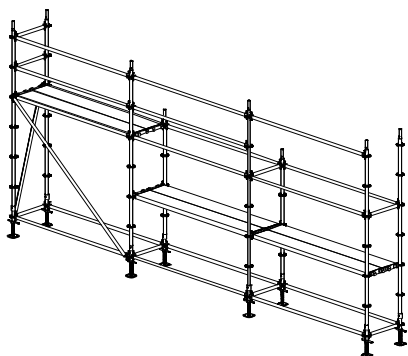

Figure 8.6A
- 8.2.8** Après avoir achevé le premier étage, l'édification des étages suivants peut commencer. Il est très important, durant l'édification des étages suivants, de travailler en toute sécurité. Cela signifie qu'il convient de mettre en place un système de protection latérale, tel que des garde-corps, avant que le personnel de montage ne passe à l'étage supérieur. Le système Ringscaff propose quelques solutions pour cette protection latérale durant l'édification, voir figures 8.6A, 8.6B et 8.6C. Les instructions de montage des étages supérieurs sont indiquées à la section 8.3 du présent manuel de montage et d'utilisation.
Sur la figure 8.6A, des éléments Ringscaff standard sont utilisés pour créer un plancher supplémentaire temporaire à 1 mètre au-dessus du plancher de travail. Il est possible, depuis ce plancher, de mettre en place les garde-corps et les planches en acier de l'étage suivant.
Si, pour une quelconque raison, les utilisateurs ne peuvent bénéficier de la protection latérale (indiquée sur les figures 8.6A, 8.6B ou 8.6C), le port systématique d'un harnais de sécurité attaché aux garde-corps ou aux montants est obligatoire. Les positions des points d'attache des harnais de sécurité sur les lisses et montants de l'échafaudage sont indiquées dans le paragraphe 8.3. Veuillez impérativement les consulter !